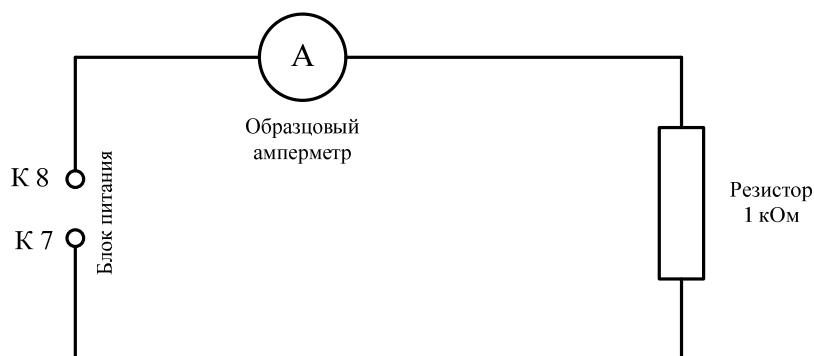

Рисунок 3 – Схема экспериментальной цепи
1. Собрав схему, представленную на рис. 3, и плавно поворачивая регулятор «Установка +U» по часовой стрелке, установить значение тока в цепи равным  $I_1$  мА. Отключить питание установки с помощью сетевых выключателей АВ1 и АВ2, выключить мультиметр.